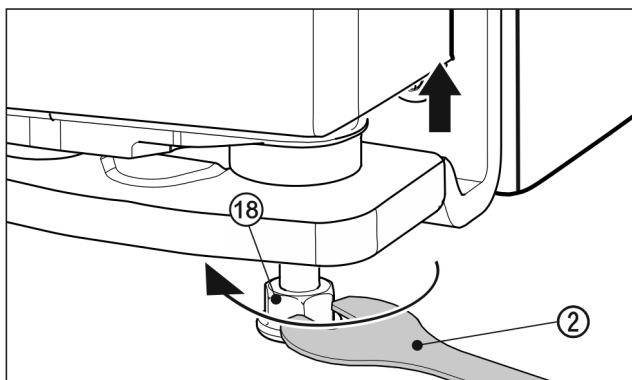

Fig. 26
- ▶ K nadzdvihnutí dvířek vyšroubujte seřizovací nožku Fig. 26 (18) přiloženým rozvidleným klíčem Fig. 26 (2) směrem doprava, až se dotkne země. Poté otáčejte dál, až budou dvířka ve správné výšce. V dodaném stavu je ložiskový čep zcela zašroubovaný.